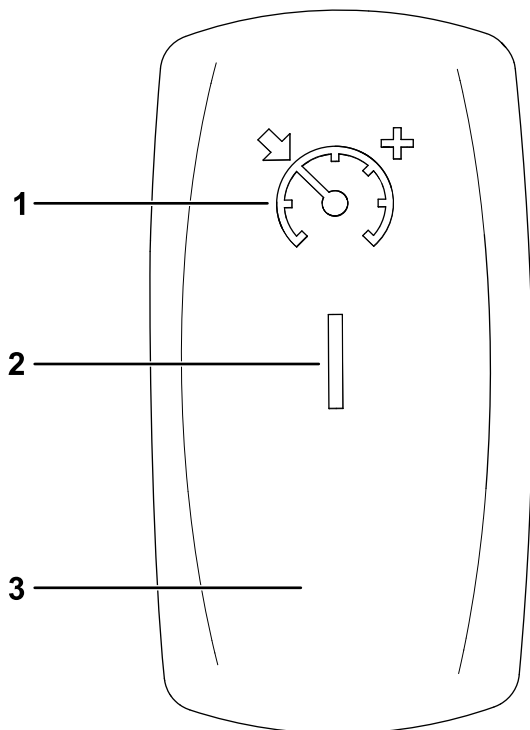

Figura 53
1. Mueva el interruptor de control de crucero a la posición de CONECTADO (Figura 53).
2. Al llegar a la velocidad deseada, pulse el interruptor del control de crucero hacia arriba para accionar/ajustar el control de crucero (Figura 53).
Para aumentar la velocidad de crucero, pulse el interruptor hacia arriba hasta que llegue a la velocidad deseada (Figura 53).
Para desengranar el control de crucero, pulse el interruptor hacia abajo, a la posición DESCONECTADO (Figura 53).